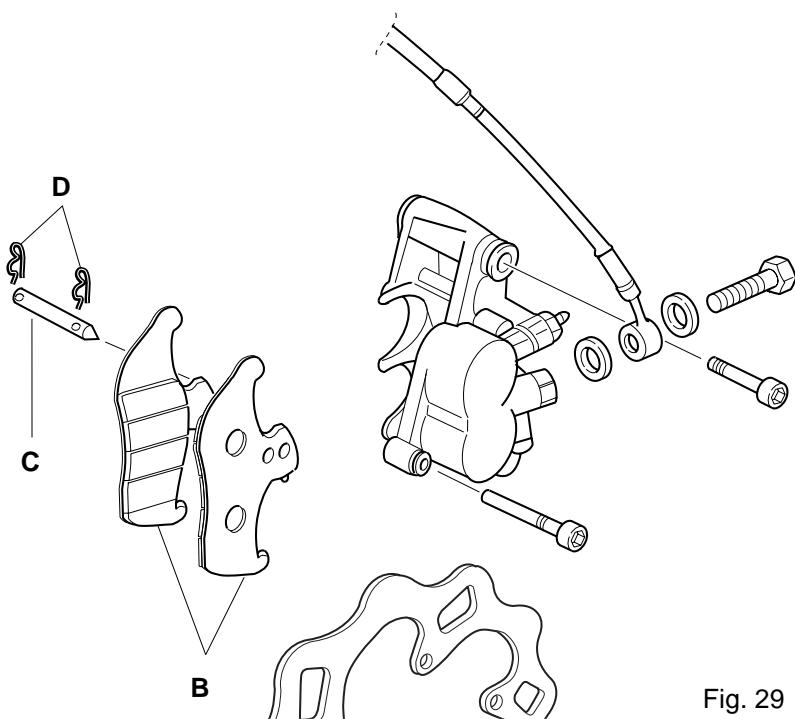

Fig. 29
2. Per raggiungere le pastiglie dei freni, rimuovere prima la ruota anteriore, vedi capitolo "Ruota anteriore". Separare poi le pastiglie "B" (Fig.29) il più possibile l'una dall'altra. Togliere le 2 cerniere "D", sfilare il pernetto "C" (Fig.29) e rimuovere le pastiglie. Montare quelle nuove. Fare attenzione affinché il montaggio sia corretto. Controllare il funzionamento del freno con la ruota montata, facendo girare la ruota stessa. Per raggiungere la massima efficienza di frenatura si consiglia di seguire un periodo di rodaggio per le pastiglie.
2. To gain access to the brake pads, first remove the front wheel as described under the heading "Front wheel". Then begin by separating the brake pads "B" (Fig.29) as far apart as possible. Remove the split "D", the pin "C" (Fig.29) and remove the pads. Fit new pads. Take care to fit the new pads correctly. After fitting the wheel, spin it and check the performance of the brake. To achieve the best possible brake performance, run the pads in gently and carefully.
2. Zum Aus-/Einbau der Bremsbeläge muß das Vorderrad ausgebaut werden, s. Abschn."Vorderrad". Da-nach zuerst die beiden Bremsbeläge "B" (Abb.29) möglichst weit auseinanderdrücken. Den Splint "D" und den Spannstift "C" (Abb.29) entfernen und die Bremsbeläge herausnehmen. Beim Einbau der Beläge auf vorschriftsmäßige Sitz achten. Die Funktion der Vorder-radbremse bei eingebautem Rad kontrollieren - das Rad muß sich leicht und frei drehen. Um beste Brems-wirkung wu erzielen, sollten neue Bremsbeläge vorsichtig und ohne Gewaltbremsungen eingefahren werden.
2. Pour accéder aux garnitures, il faut déposer la roue avant, selon le chapitre "Roue avant". Ecartez autant que possible les garnitures "B" (Fig.29) l'une de l'autre. Enlevez les deux goupilles "D", le pivot "C" (Fig.29) et déposez les garnitures. Posez des garnitures neuves, en veillant à les installer correctement. Vérifiez le fonctionnement du frein en faisant tourner la roue. Pour la meilleure force de freinage, il convient de roder les garnitures avec la plus grande prudence.